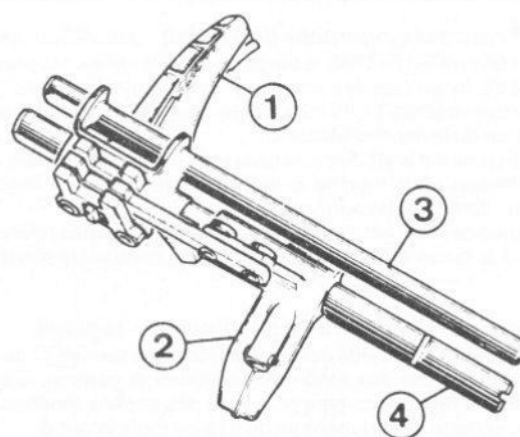

Fig. 13.66 Fourchettes de baladeur plus récentes – boîte de vitesses BE 1/5 (Sec 12)
- 10 Depuis le début de 1986, les fourchettes de baladeur sont modifiées pour améliorer la sélection des rapports, comme illustré à la Fig. 13.66. Les opérations de dépose et de repose sont les mêmes qu'à la